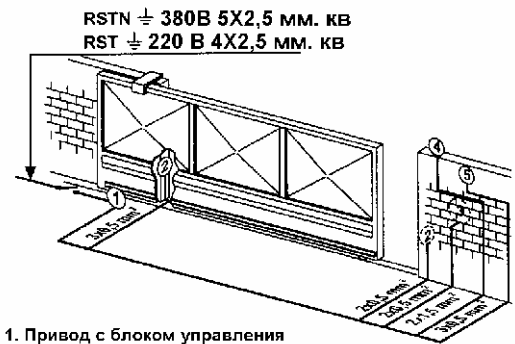

Рис. 3
Типовой комплект привода со встроенным блоком управления, парой фотозлементов, кнопкой, сигнальной лампой и антенной, а так же сечение проводов показаны на рис. 3.
- Поместите электрическую проводку (рис. 3), идущую к приводу, в механически прочную трубу и уложите ее в грунт;
Привод имеет два концевых выключателя двери рис.1 поз.5. Если один из них включен, движение привода невозможно. Выполните электрическую проводку в соответствии с рис. 3. При монтаже, подключении, регулировках блок управления должен быть обесточен. Произведите электрические соединения в соответствии с инструкцией на блок управления. Кабели питания с напряжением 380В (или 220В) должны быть проложены отдельно от кабелей устройств управления и безопасности. Данное требование продиктовано как соображениями электрической безопасности, так и помехозащищенностью оборудования.